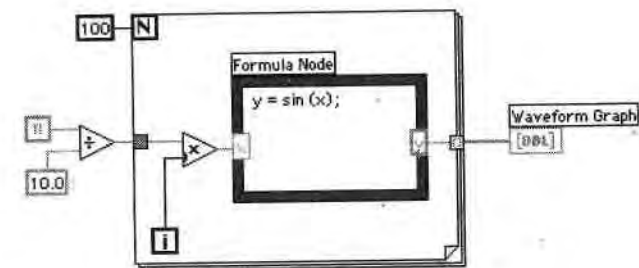

Рис. 6.47
2. Постройте блок-диаграмму, изображенную на рис. 6.47.